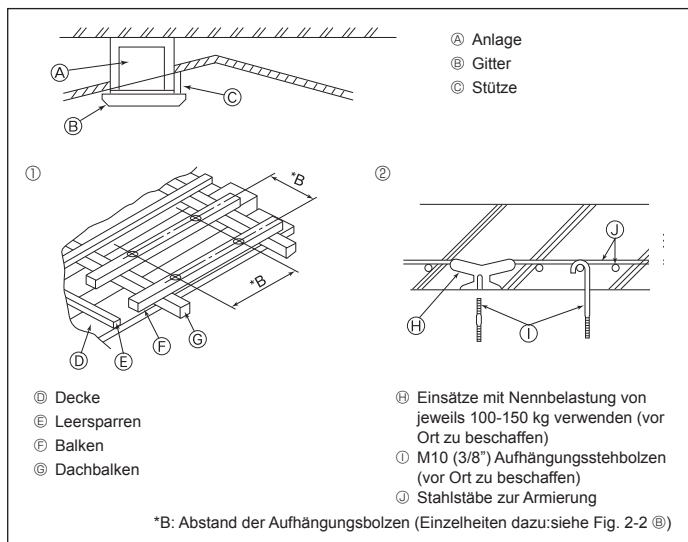

Fig. 2-4
2.4. Bauliche Gestaltung der Aufhängung (Baustruktur der Aufhängung muß hoch belastbar sein) (Fig. 2-4)